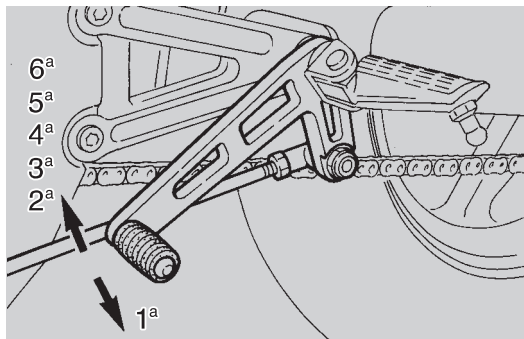

Fig. 25
- avec la poignée de l'accélérateur relâchée et le moteur au ralenti, actionner le levier de l'embrayage et embrayer la première vitesse en pressant la pédale de la boîte de vitesse vers le bas (Fig. 25);